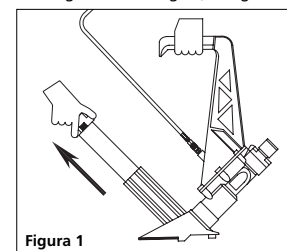

Figura 1
1. Sostenga firmemente la herramienta, presione la traba y hable la puerta del cargador (ver figura 1).